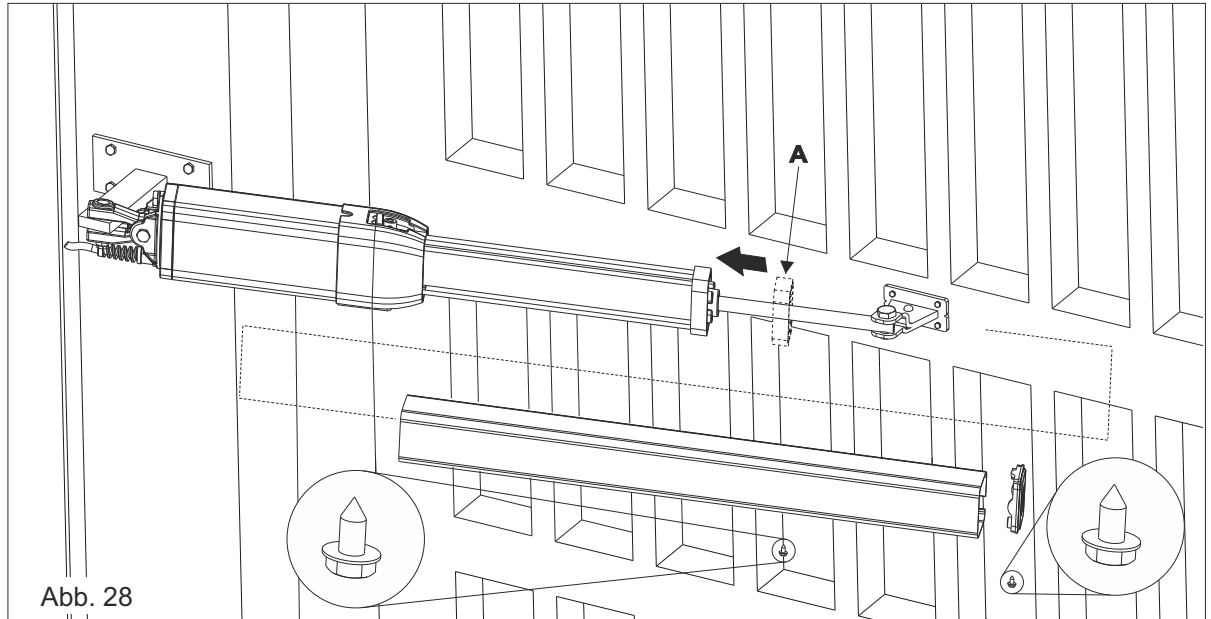

Abb. 28
Vor Installation der Kolbenabdeckung (Abb. 28), muss der Antivibrationsrahmen aus Plastik eingeführt werden (A)